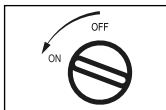

Fig. 4
5. Gire el interruptor en sentido antihorario hasta que escuche un clic, lo que indica que se ha generado una chispa [Fig. 4].